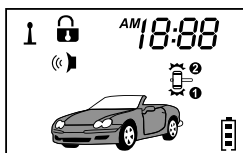

рис.5
- б) Тревога вызвана срабатыванием основной зоны датчика удара или основной зоной дополнительного датчика(если установлен). Сирена будет работать одновременно со вспышками указателей поворотов 30 сек. Индикация LCD дисплея см. рис.5.